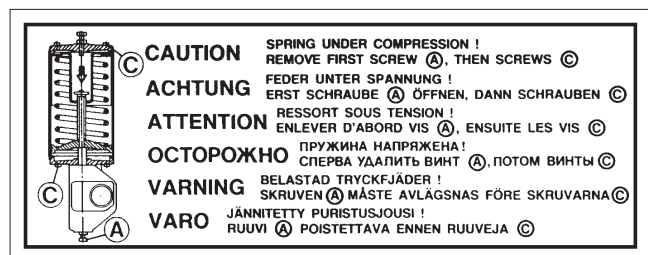

Abb. 17 B1JA Stellantrieb - Warnschild
Der Zylinder ist mit einem Warnschild (43) versehen, siehe Abb. 17. Prüfen Sie bei der Wartung des Geräts, dass das Schild angebracht und lesbar ist. Prüfen Sie auch, ob der Zylinder den Pfeilaufkleber besitzt, der die Arbeitsrichtung der Feder anzeigt.